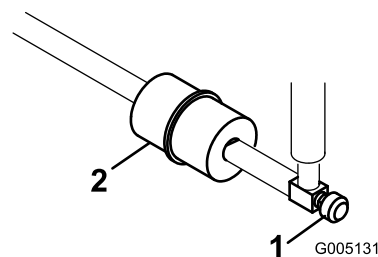

Figura 45
O filtro encontra-se na linha de combustível entre o depósito de combustível e o carburador (Figura 45).
1. Feche a válvula de corte do combustível (Figura 45).
2. Coloque um recipiente de escoamento debaixo do filtro, desaperte a braçadeira de tubos que se encontra no lado do carburador e retire a tubagem de combustível do filtro (Figura 45).
3. Desaperte a braçadeira de tubos e retire o filtro (Figura 45).